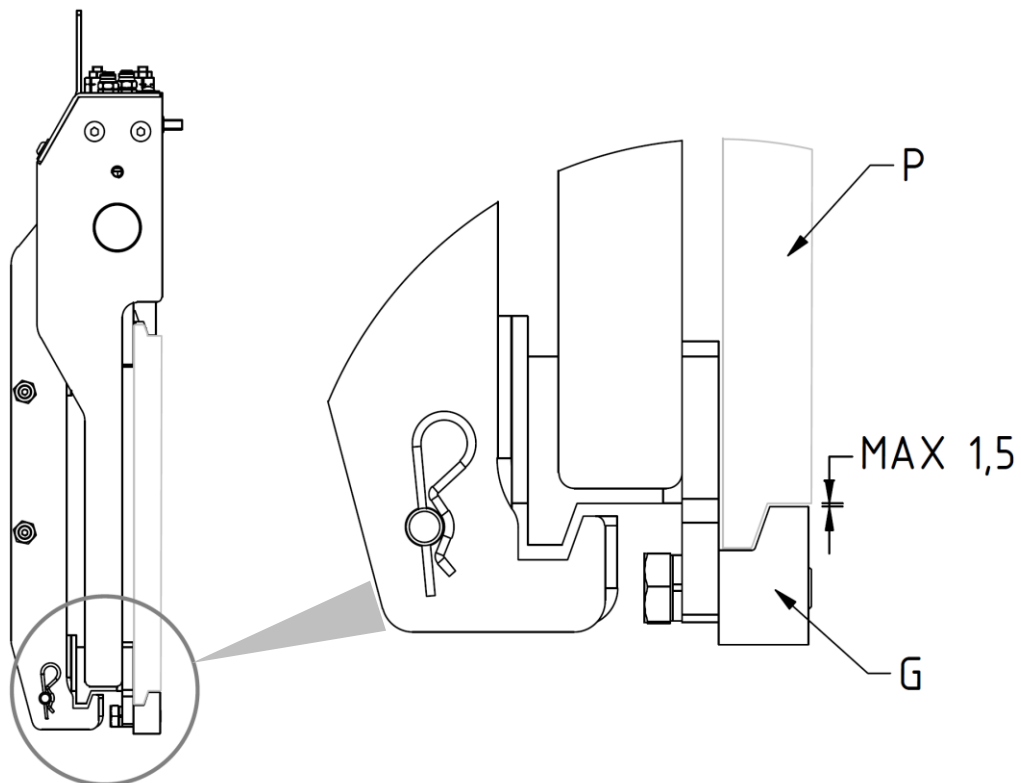

Abbildung 8
7. Schrauben Sie die 2 unteren Haken **G** so an, dass ihr Körper auch unterhalb des Gabelzinkenträgers **P** eingehängt bleibt (mit einem Spiel von max. 1,5 mm, siehe Detail *Abbildung 8*) und ziehen Sie sie mit dem in der *Tabelle 4* genannten Anzugsmoment an.
3. Kontrollieren Sie, ob das Spiel zwischen dem unteren Teil der Gabelzinkenträgerplatte und den unteren Haken des Geräts mit der Angabe in der *Abbildung 5* (S.12) und *Abbildung 8* (S.15) übereinstimmt, und ziehen Sie gegebenenfalls die Schrauben, die sie halten, nach.